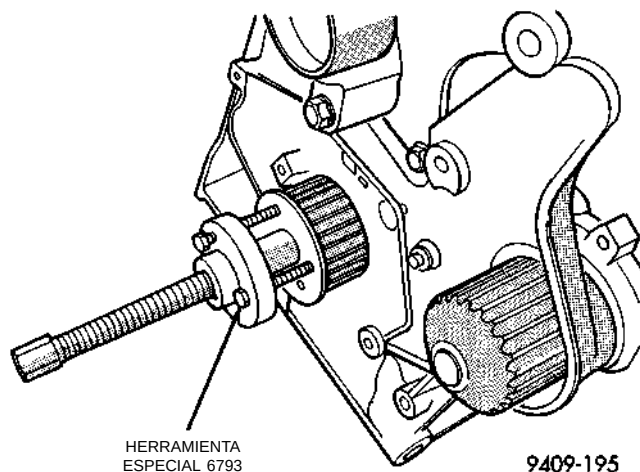

Fig. 57 Rueda dentada del cigüeñal—Desmontaje
- (2) Retire la tapa exterior de la correa de distribución y la correa. Consulte el Sistema de la correa de distribución descrito en esta sección.
- (3) Retire la rueda dentada del cigüeñal con la Herramienta especial 6793 y el encastre C- 4685-C2 (Fig. 57).